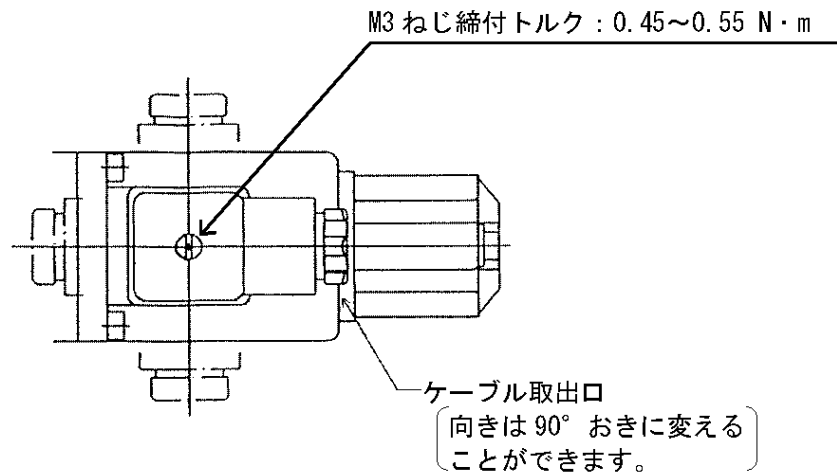

図6 ケーブル取出口の方向
ケース④に、端子台③を戻す際、ケース④をかぶせる方向によってケーブル取出口方向を図6のように4直角方向にそれぞれ決めることができます。